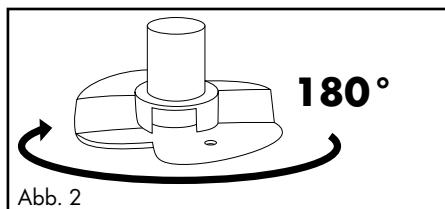
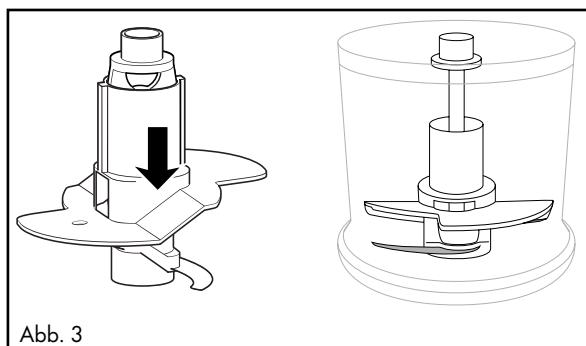

Abb. 2
Abb. 3
- Für 200 ml Sahne drehen Sie den Quirlaufsatz **10** horizontal um 180° (Abb.2), so dass dieser nur noch auf einem Messer **7** aufliegt und einrastet (Abb.3). Er pflügt dann höher durch die Sahne: